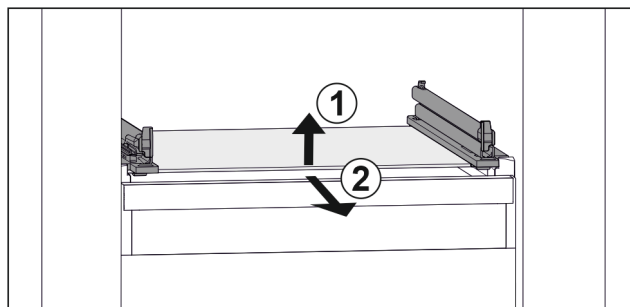

Fig. 158 Príklad zobrazenia sklenenej dosky
- Nadvihnite sklenenú dosku vpredu. Fig. 158 (1)
- Odoberte sklenenú dosku dopredu. Fig. 158 (2)